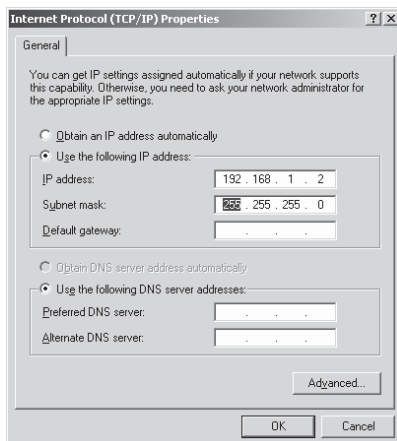

Рис. 7. Окно свойств Internet Protocol (TCP/IP)
6. Выбрать поле Use the following IP Address (использовать следующий IP-адрес) и заполнить его данными, как показано на рис. 7.